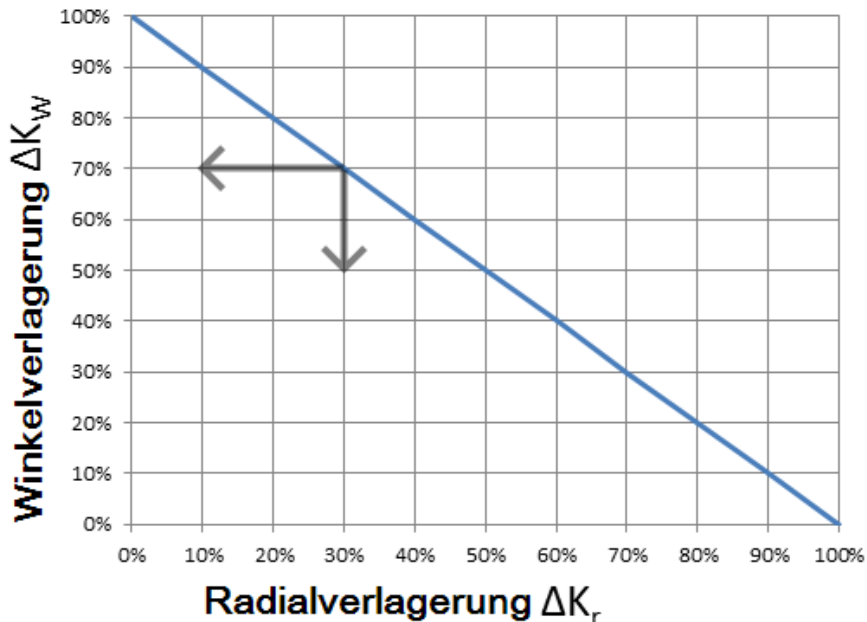

Abbildung 7.3: Verlagerungskombinationen
Die Abbildung 7.3 zeigt den Zusammenhang bei gleichzeitig auftretenden Radial- (K_r) und Winkelverlagerungen (K_w):
- die Form- und Lagetoleranzen nach DIN ISO 286 eingehalten werden (siehe hierzu die Abbildung 7.3).